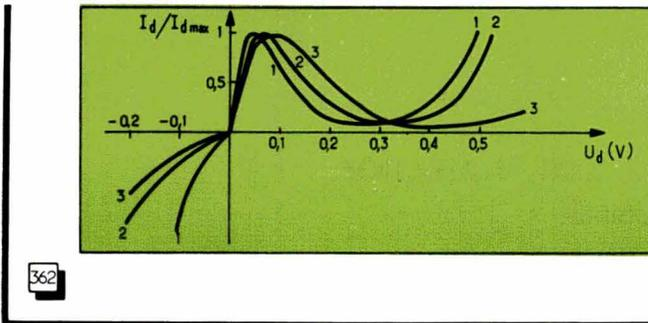
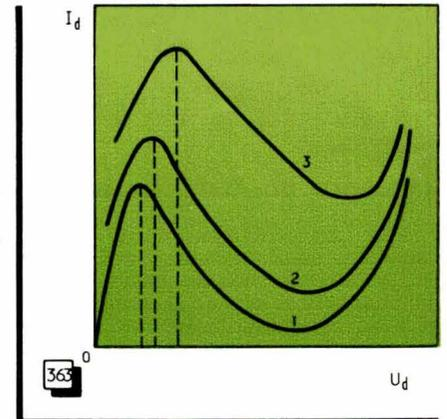
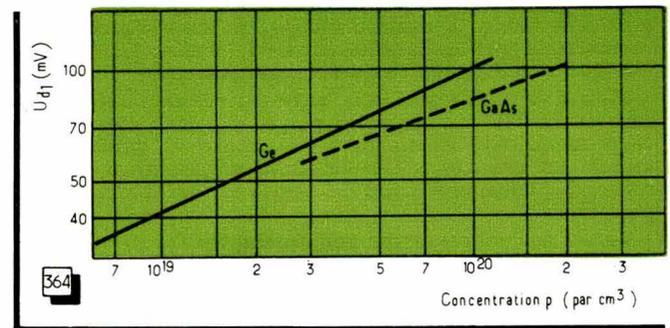

Fig. 362. — L'allure de la courbe d'une diode tunnel varie en fonction du semiconducteur utilisé et en fonction de la concentration.
Fig. 363. — La tension U_{d1} et le courant I_{dmax} augmentent lorsque la concentration p augmente.
Fig. 364. — Variation de la tension U_{d1} en fonction de la concentration pour le germanium et pour l'arséniure de gallium.
Pour illustrer et compléter tout ce que nous avons dit, nous reproduisons dans la figure 362 les courbes de trois diodes tunnel différentes. Les courbes (1) et (2) correspondent à deux diodes au germanium qui diffèrent par le degré de concentration des « accepteurs » dans la zone p : lorsque cette concentration augmente, la tension U_{d1} correspondant à la crête augmente également. La courbe (3) correspond à une diode à l'arséniure de gallium, et l'on voit très nettement d'une part l'allongement du creux vers les tensions supérieures, et d'autre part un rapport I_{dmax}/I_{dmin} sensiblement plus grand, ce qui est caractéristique pour ces diodes.
Comme l'axe des intensités de la figure 362 est gradué en rapports I_d/I_{dmax} , un phénomène important passe inaperçu : lorsque la concentration des « accepteurs » augmente dans la zone p , non seulement U_{d1} augmente, mais aussi I_{dmax} , comme on peut le voir sur les courbes de la figure 363, où la courbe (3) correspond à une concentration maximale. Quant à l'ordre de grandeur de l'accroissement de la tension U_{d1} en fonction de la concentration, on se reportera aux courbes de la figure 364, tracées pour le germanium (Ge) et pour l'arséniure de gallium (GaAs). On voit que la « plage » est beaucoup plus réduite pour ce dernier (environ 45 mV) que pour le germanium (près de 70 mV).
est de 15 mA pour DT1 et 5 mA pour DT2. Les zones indiquées en grisé correspondent aux variations maximales possibles en fonction de la concentration. On voit qu'il est parfaitement possible de choisir une valeur de concentration telle que le courant $I_{d,max}$ reste pratiquement constant à l'intérieur d'une plage étendue de températures. Et il ne faut pas oublier que l'on peut très facilement apprécier cette concentration en déterminant la tension U_{di} et en utilisant les courbes de la figure 364.